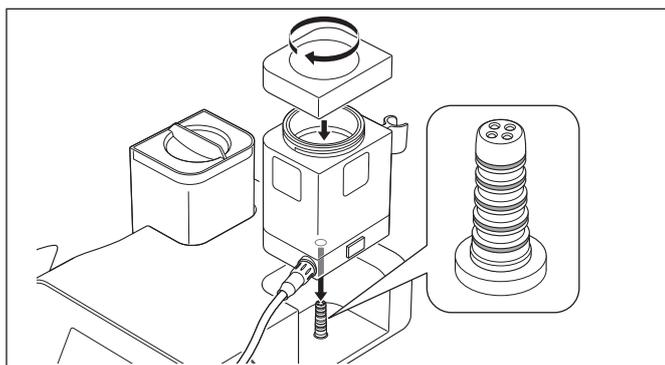
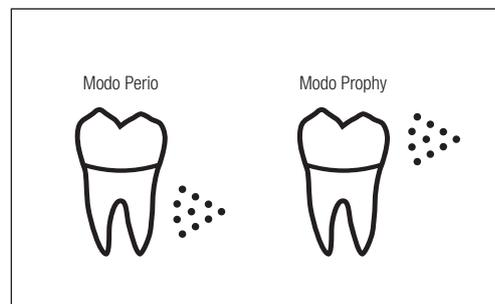

Fig. 25
Fig. 26
2) Feche a tampa da câmara firmemente até que ela se encaixa completamente na câmara, e insira a câmara direto para a unidade de controle (Fig. 25). O tipo de câmara introduzido é apresentado no painel LCD como um dos ícones seguintes (Fig. 26).
- Antes de introduzir a câmara na unidade de controle, certifique-se de que os anéis vedantes do conector na base da câmara não estão danificados ou gastos (Fig. 25). Os danos/desgaste podem resultar em mau funcionamento ou falhas.